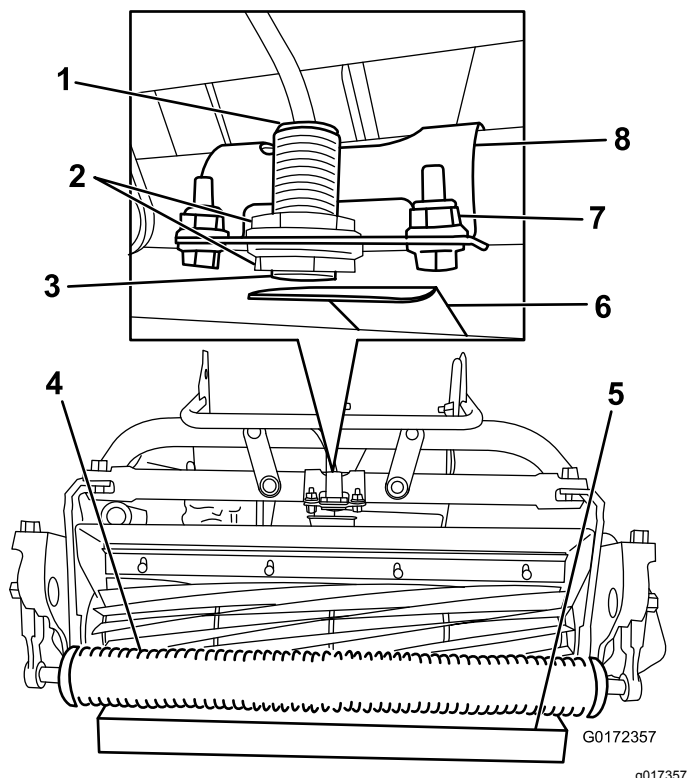

Bild 16
2. Lösen Sie die Klemmmuttern am Sensor und stellen Sie den Sensor so ein, dass ein Gewinde unter der unteren Klemmmutter sichtbar ist (Bild 16).
4. Stellen Sie einen 3,8 cm dicken Block unter die Rolle an der Frontschneideinheit (Bild 16).
5. Lösen Sie die Befestigungen, mit denen die Sensorhalterung am Rahmen befestigt ist (Bild 16).
8. Drehen Sie die Sensorhalterung zur Zielplatte, bis die Lampe oben am Sensor aufleuchtet (Bild 16). Wenn sie bereits aufleuchtet, drehen Sie sie von der Zielplatte weg, bis sie ausgeht; drehen Sie sie dann in umgekehrter Richtung, bis sie wieder aufleuchtet.